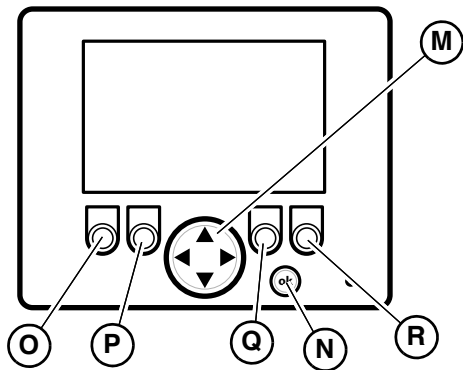

Figura 19 – Pantalla electrónica del centro de información
Pantalla de indicador cuádruple Muestra cuatro parámetros de estado de forma simultánea. Para cambiar los parámetros mostrados, mantenga presionado el botón «OK» (N, Figura 19) hasta que se muestre la barra de color naranja (T). Presione la parte izquierda o derecha del botón basculante de navegación (M, Figura 19) para seleccionar el parámetro y presione la parte superior o inferior para cambiar el parámetro seleccionado. Vuelva a presionar el botón «OK» para ocultar la barra de color naranja (T).
Pantalla de indicador único Muestra parámetros de funcionamiento individuales en tiempo real. Con el botón de navegación (M, Figura 19) puede cambiar de un parámetro a otro. Se utiliza para diferentes funciones, según la pantalla y el contexto.
Todas las pantallas secundarias	Para acceder a las pantallas secundarias se mantiene presionado el botón «OK» (N, Figura 19) durante 10 segundos mientras se muestra la pantalla de indicador doble. Presione la parte izquierda o derecha del botón basculante de navegación (M, Figura 19) para cambiar de una pantalla secundaria a otra.
Pantalla de unidades Presione la parte superior o inferior del botón basculante de navegación (M, Figura 19) para cambiar entre las unidades SAE y las métricas para los valores mostrados en las pantallas.
Pantalla de idioma Presione la parte superior o inferior del botón basculante de navegación (M, Figura 19) para cambiar entre inglés y español los valores mostrados en las pantallas.
Pantalla DM1 Muestra la información de mensajes de código de error del motor, el sistema de transmisión, el control y el sistema de seguridad. En la parte superior izquierda de la pantalla se muestra el número de mensajes disponibles (T). Utilice los botones (P y Q, Figura 19) para desplazarse por los mensajes. Consulte «Códigos de diagnóstico de avería (DTC) de motor» en la página 184 la información de los códigos de error específicos.
Pantalla DM2 Continuación de la presentación de mensajes de código de error junto con la pantalla DM1. En la parte superior izquierda de la pantalla se muestra el número de mensajes disponibles (T). Utilice los botones (P y Q, Figura 19) para desplazarse por los mensajes. Consulte «Códigos de diagnóstico de avería (DTC) de motor» en la página 184 la información de los códigos de error específicos.